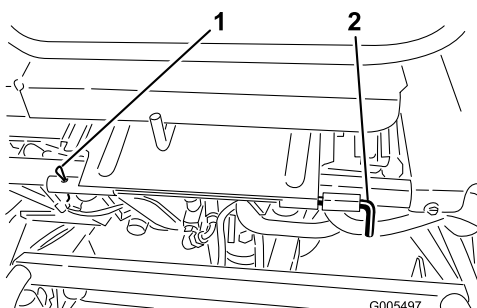

図 37
3. 座席を降ろし、回転軸を固定しているコッターピンを抜き取る（図 37）。